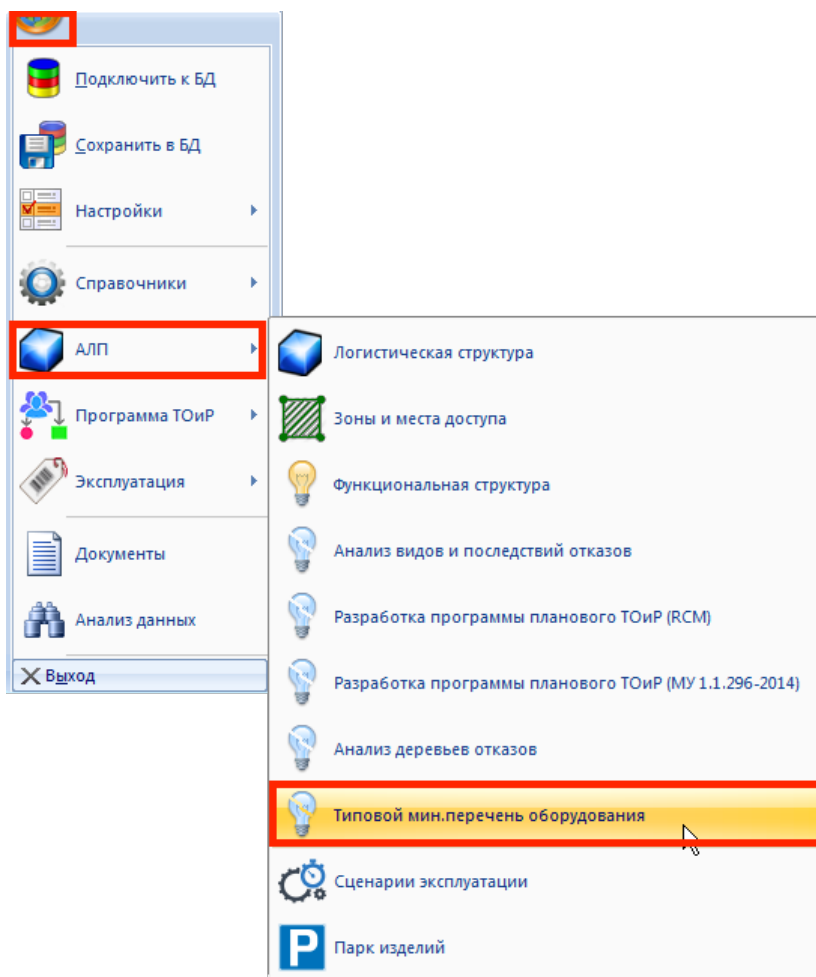

Рис. 10-245 – Открытие рабочего окна для формирования ТМПО
2) После проверки БД в правом нижнем окне редактора на вкладке «Информация» отобразится список опционов, не участвующих в описании вариантной структуры (рис. 10-245).